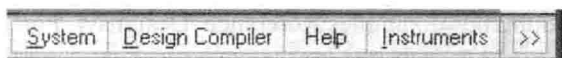

图 1-11 面板控制中心
(2) 工作面板的 3 种状态。
① 隐藏状态。如图 1-11 所示,打开面板控制中心的 System 或 Design Compiler 菜单,执行相关菜单命令,打开相应的工作面板。